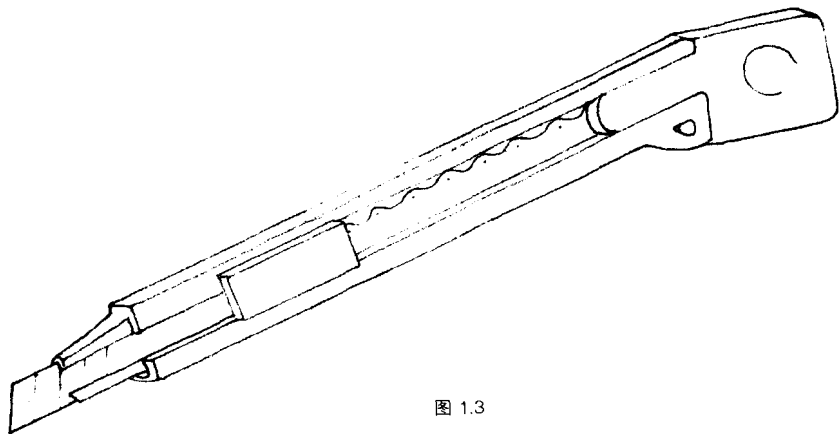

图 1.3
- 裁纸刀（图1.3） 这种类型的刀片上带有一段段的刻痕，当这部分刀片用钝了以后可以折断扔掉。一定注意要选择有可以固定刀片的锁的类型。这种刀也很重要，手感和美工刀很像，但是却没有美工刀强韧。它的优点是替换刀片很方便。